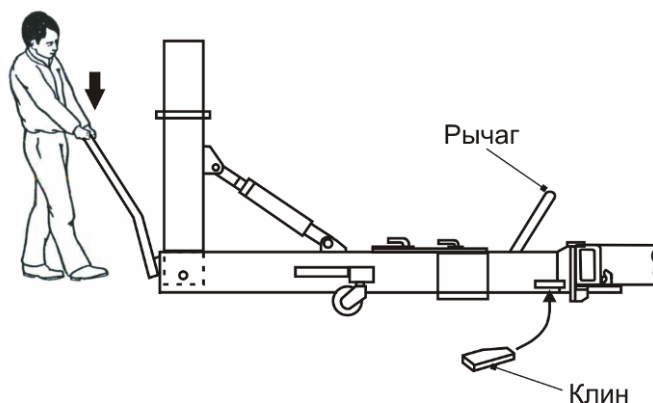

Рисунок 17
8.14. С помощью рычага, задвигая ригель, зафиксируйте силовое устройство по отношению к раме (Рисунок 17).
8.15. Окончательное соединение силового устройства к раме производится при помощи клина. Направление установки клина показано на верхней плоскости силового устройства (Рисунок 17).